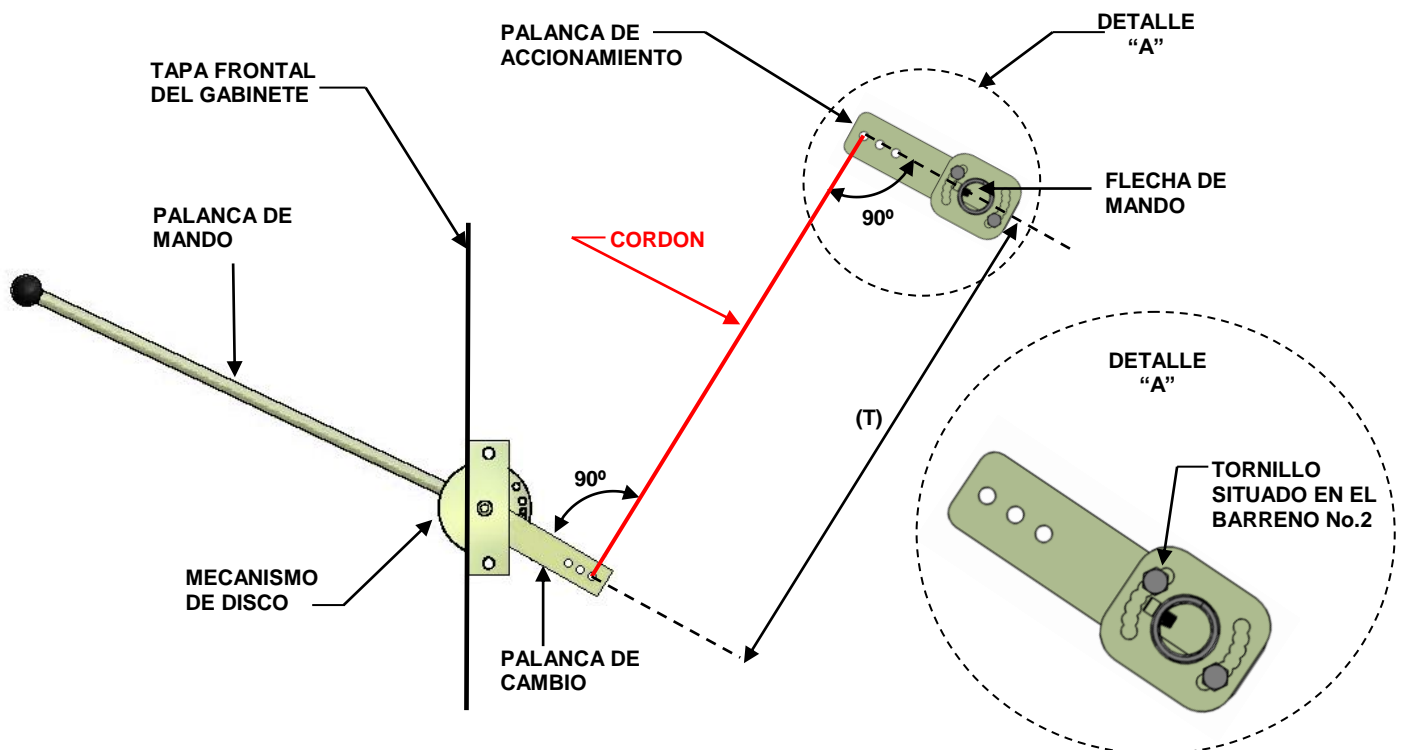

Figura 4
- b. Verifique en que numero de barreno se encuentran los tornillos que fijan la palanca de accionamiento (Figura 4, DETALLE "A"), es importante recordarlo (puede marcarlos) ya que la palanca en pasos posteriores deberá regresar a esta posición.
- d. Ate un cordón en la perforación del extremo de la palanca de accionamiento, de acuerdo a la Figura 4.
- e. Ate el otro extremo del cordón en la perforación del extremo de la palanca de cambio del disco de acuerdo a la Figura 4.
- f. Mueva las palancas y ajuste el cordón de manera que forme un ángulo de 90° entre el cordón y cada una de las palancas (palanca de cambio y palanca de accionamiento), como se muestra en la Figura 4.
- g. Después de que se de esta condición, mida la distancia entre centros de las perforaciones de las palancas, esta distancia será llamada (T).